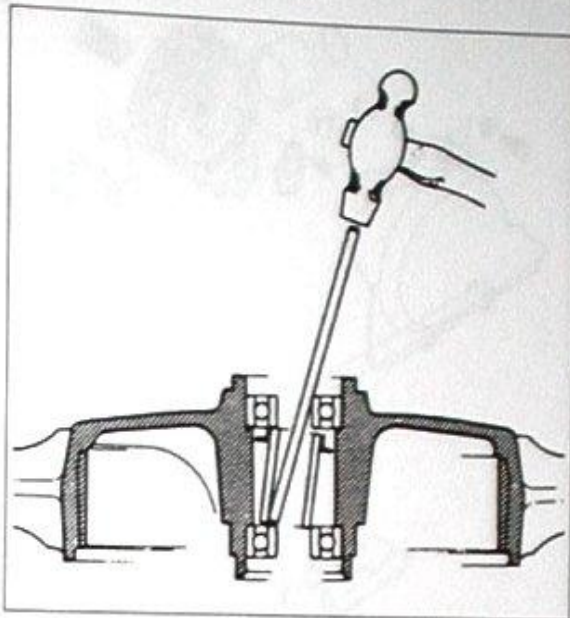

Bild 280
- Lager mit 10 mm-Dorn und Stahlhammer schrittweise über Kreuz austreiben (Bild 280). Nach Ausbau eines Lagers Distanzhülse entnehmen und das gegenüberliegende Lager austreiben.